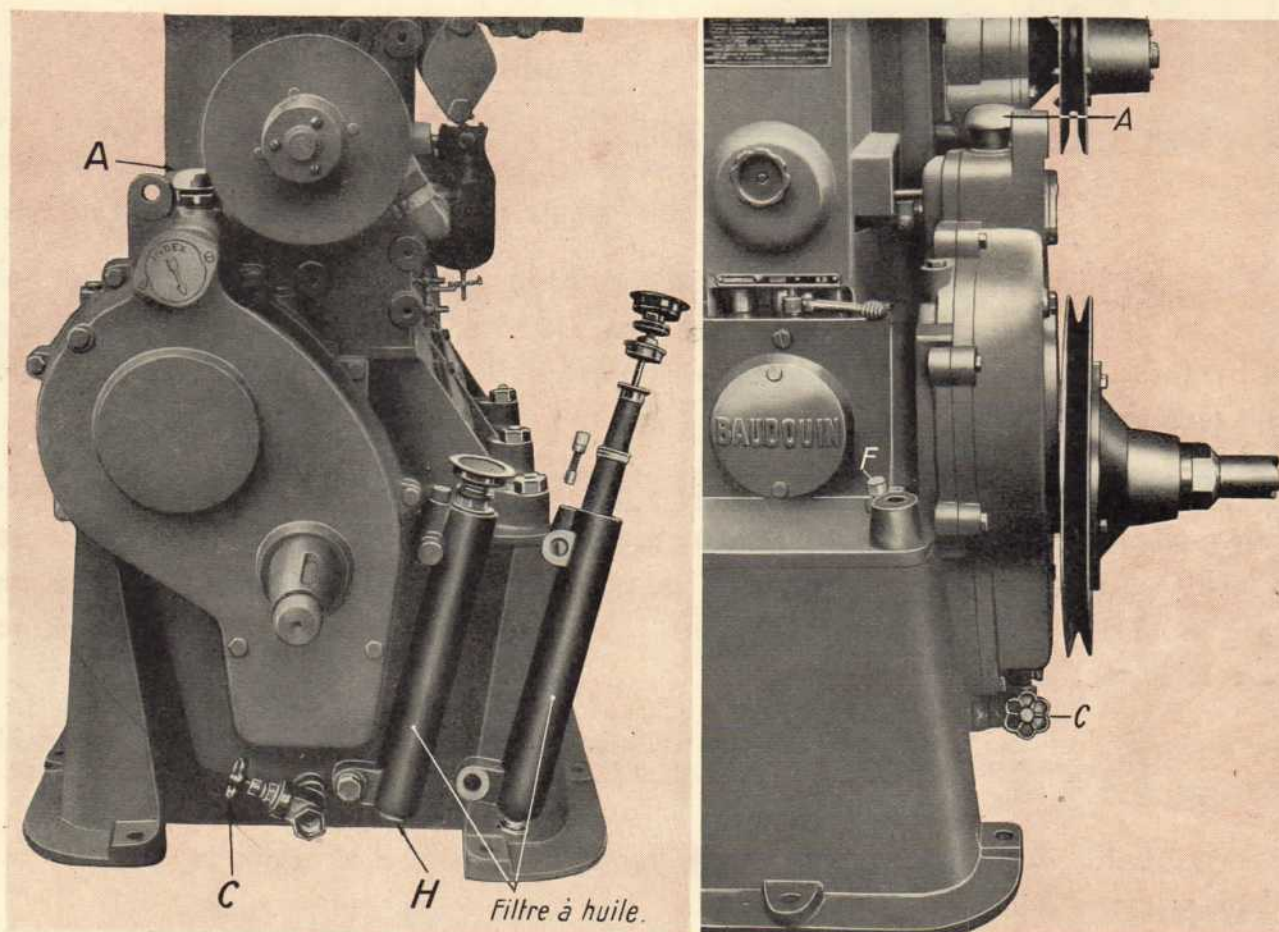

Figure 11
**NIVEAU D'HUILE** - Se contrôle chaque jour par la jauge F (fig. 11). Tenir le niveau entre les deux repères de cette jauge.
**REPLISSAGE ET VIDANGE** - Le plein se fait par le bouchon A (fig. 11).